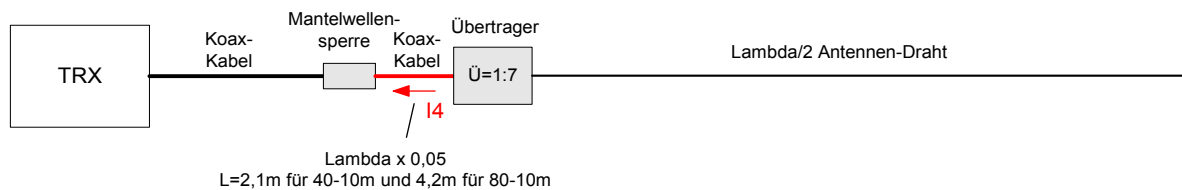

Bild 6: Gegengewicht durch ein Stück Koaxkabel (rot) zwischen Mantelwellensperre und Übertrager
Eine weitere, sehr einfache Form eines Gegengewichts, läßt sich mit einem Stück Koaxkabel zwischen Mantelstromsperre und Übertrager realisieren (3), (Bild 6). Hierbei wird der Balun nicht direkt am Übertrager, sondern erst im Abstand von $\geq \lambda 0,05$ vom Eingang des Übertragers entfernt in die Leitung eingefügt, so dass das verbleibende Stück Koaxkabel als Gegengewicht wirkt. Hier ist das gleiche Prinzip, wie bei der City-Window. Das Stück Koaxkabel wirkt ebenfalls mit als Antenne, die Koaxleitung hinter der Mantelstromsperre ist anschließend "kalt".
Den schematischen Aufbau meiner 5-Band HyEndFed zeigt Bild 6 und 7. Die sperrende Wirkung des Strom-Baluns, läßt sich besonders im Empfangsbetrieb deutlich erkennen. Mit Mantelwellensperre in der Leitung, verkleinert sich das Grundrauschen (Störnebel) meines Receivers im 80m-Band um drei S-Meter-Stufen, von -79dBm (S8) auf -100dBm (S5)! Kleine Signale, die ich vorher nicht empfangen konnte, werden erst jetzt hörbar. Mantelwellen auf der Versorgungsleitung, können demnach nicht nur beim Senden, sondern auch beim Empfangen Sorgen bereiten. Vielleicht ist das auch eine Erklärung dafür, warum sich manche OM's über das starke "Rauschen" ihrer HyEndFed-Antenne beklagen. Ein Strom-Balun, positioniert an der richtigen Stelle, kann es beseitigen.
- Bei heimischer Installation, sieht die Sache etwas anders aus, weil hier in der Regel mit größerer Leistung gearbeitet wird und oft auch ein Störnebel vorhanden ist. Falls beim Senden Störungen (BCI/TVI o.ä.) auftreten oder das Grundrauschen des Empfängers ungewöhnlich hoch ist, sollte ein Gegengewicht plus Strombalun verwendet werden. Eine sehr einfache Lösung besteht darin, eine Mantelstromsperre im Abstand von $0,05 \lambda$ zum Übertrager in die Koaxleitung einzufügen (Bild 6, 7, 13). In dieser Konfiguration ergibt sich ein guter Wirkungsgrad und kein störender Mantelstrom auf der Versorgungsleitung.
- Jedes Koaxkabel besitzt Transformationseffekte. Um am Speisepunkt der Antenne und am Transceiver die gleichen Impedanzverhältnisse zu bekommen und die Transformation des Kabels zu minimieren, sollte die Zuleitung eine elektrische Länge von $\lambda/2 \times n$ besitzen. Eine $\lambda/2$ lange Leitung transformiert immer im Verhältnis von 1:1, egal welche Impedanz die Leitung hat. Für eine Mehrbandantenne von 10-80m und RG58/RG213 Koaxkabel (Verkürzungsfaktor 0,66) beträgt die passende Länge 27,6m und für eine 10-40m-Band Antenne 13,9m (+/-5%) (3).